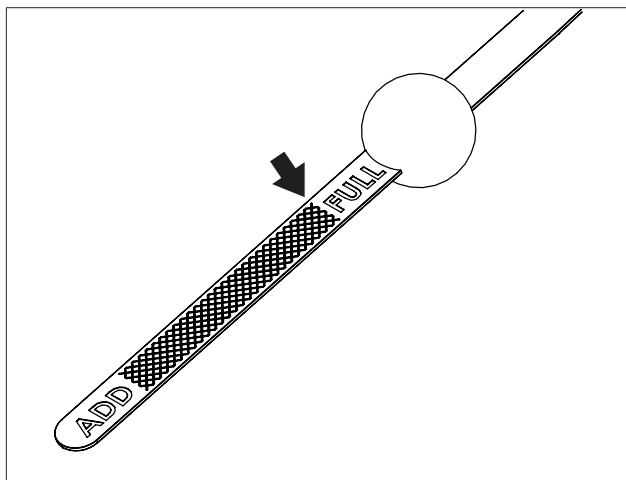

図12
3. ディップスティックを取り外します。きれいな布で拭いて乾かし、ディップスティック・チューブに完全に戻します。図12 (25ページ) をご参照ください。
9. エンジンに適切な量のエンジン・オイルを充填します。図12を参照してください。